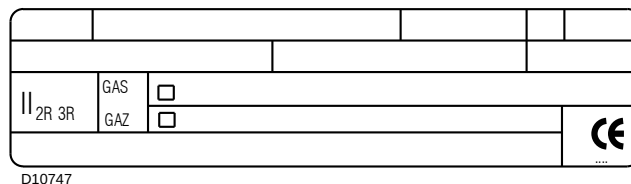

Fig. 3
- il modello **A** (Fig. 3) ed il tipo del bruciatore **B**;